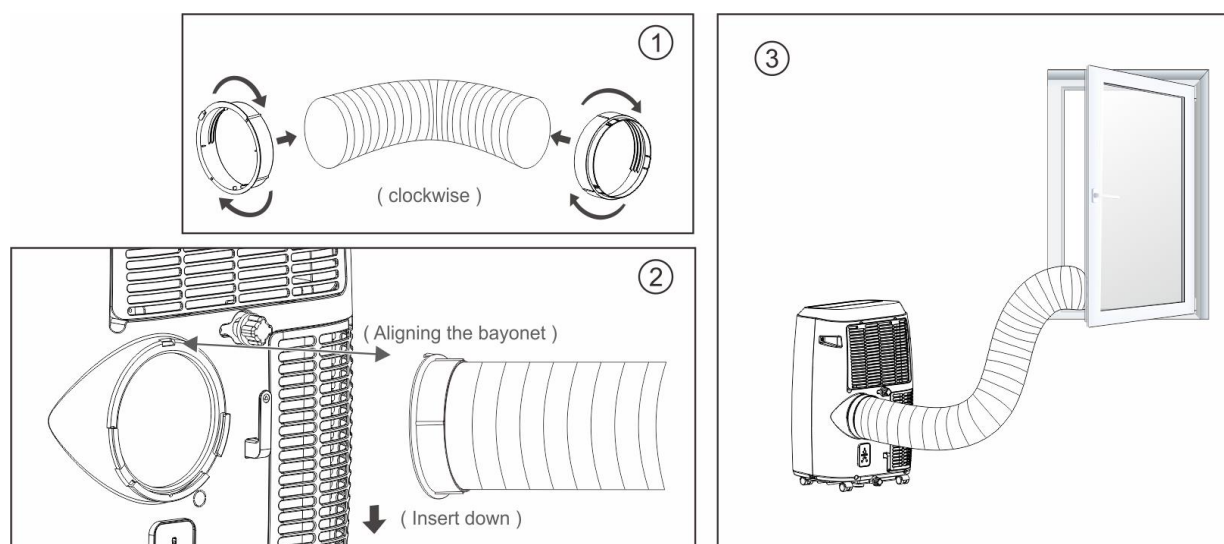

Fig.9
3. Placez l'autre extrémité du tuyau d'évacuation sur le rebord de fenêtre le plus proche (voir Fig.9).